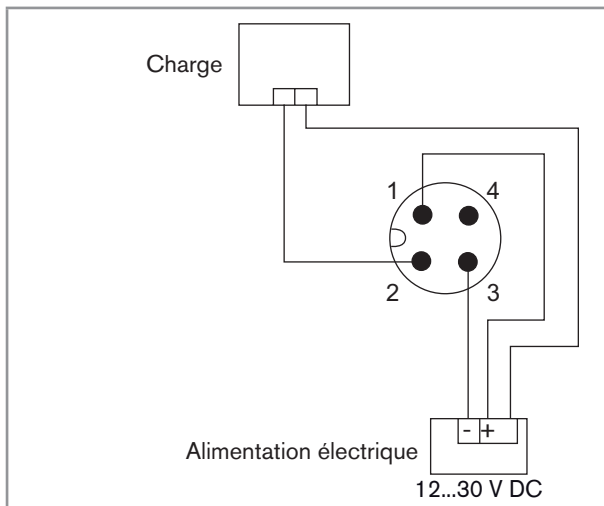
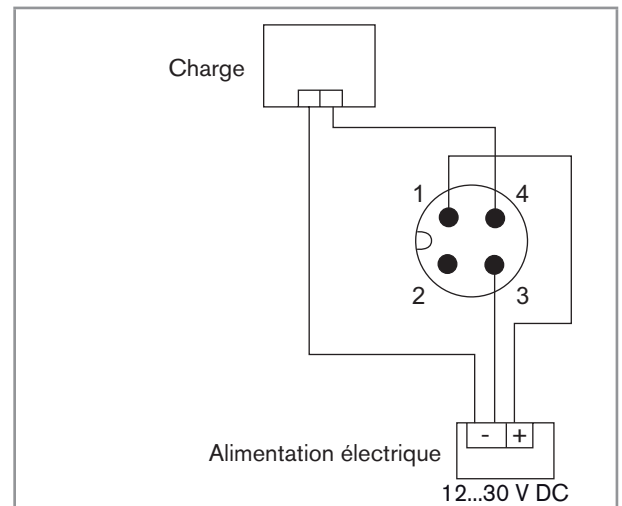

Fig. 7 : Appareil avec connecteur mâle M12 4 pôles – raccordement NPN de la sortie transistor
Fig. 8 : Appareil avec connecteur mâle M12 4 pôles – raccordement PNP de la sortie transistor
- Raccorder la sortie transistor. La sortie transistor peut être connectée dans les modes suivants : NPN ou PNP. Se reporter à Fig. 7 ou Fig. 8.